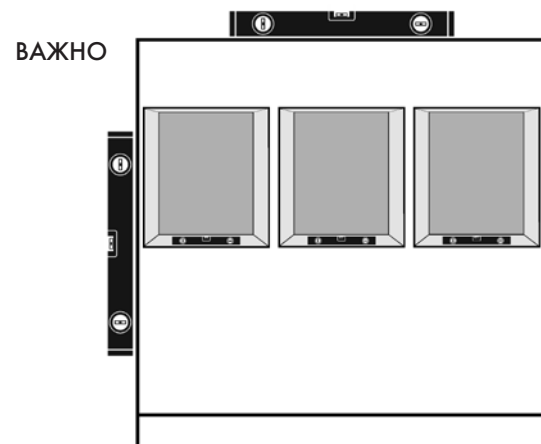

Рис. 1
1. Убедитесь в том, что мебель выставлена по уровню и выровняйте все монтажные поверхности. (Рис. 1)
2. Убедитесь в том, что все монтажные поверхности идеально горизонтальны. (Рис. 1)